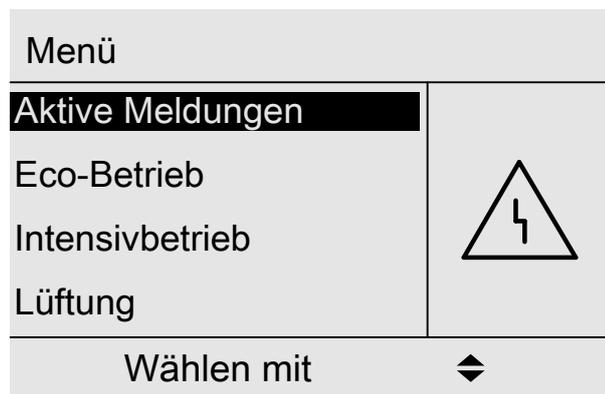

Abb. 18
4. Quittieren Sie **alle** Meldungen. Folgen Sie dafür den Anweisungen im Menü. Die Meldung wird in das Menü „**Aktive Meldungen**“ übernommen: Siehe Abb. 18.